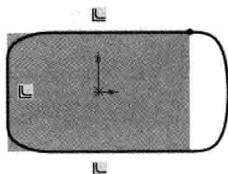

图 1.2.9 套合样条曲线 4
Step5. 单击  按钮, 完成套合样条曲线的创建, 如图 1.2.9 所示。